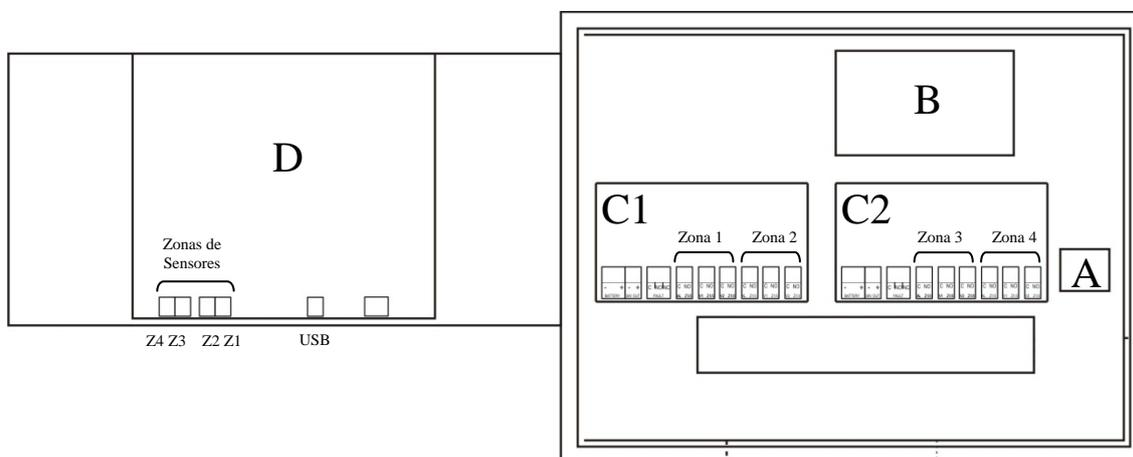

Figura 5: Disposición de elementos en la central
Circuito con las regletas de ventilaciones, alarmas, etc, para 2 zonas. En centrales de 2 zonas, está situado en el fondo del cofre en la zona central izquierda (C1 en la figura 5). En centrales de 4 zonas, dispone de una segunda tarjeta de fuente situada en la zona central derecha (C2 en la figura 5). La tarjeta de fuente izquierda C1 está conectada con la fuente conmutada. Adicionalmente, si la central dispone de 2 tarjetas de fuente (C1 y C2), estas están también conectadas entre sí.
La alimentación de la central se realiza a través de la regleta A de la figura 5 con una tensión de 110~230V ± 10% 50 – 60 Hz. El conexionado se realizará mediante 3 hilos con una sección mínima de 1,5 mm siendo obligatorio el conexionado del cable de tierra al borne de alimentación de la central. El hilo de línea pasa a través de un fusible. El consumo máximo para una central es de 70 W. El conexionado se realizará según etiqueta situada en el fondo del cofre.
fusible autorearmable y realiza supervisión de línea cruzada. Solo se encuentra activa en la tarjeta C1 (Ver figura 5)
Salida de contacto seco no supervisado de avería con capacidad de 1 A (30 Vdc - 230 Vac). Solo se encuentra activa en la tarjeta C1 (Ver figura 5). Se activará siempre que se produzca una avería en el sistema o no haya alimentación (el contacto Común-Normalmente Abierto (NO) del relé esta cortocircuitado indicando AVERÍA). Solo se desactiva cuando no existe ninguna avería en el sistema y la central esté alimentada (el contacto Común-Normalmente Abierto (NO) del relé está eléctricamente abierto).
Salida de contacto seco con contacto común (C)-Normalmente abierto (NO) con capacidad de 1 A (30 Vdc - 230 Vac). Corresponde con la salida de alarma de la zona 1, 2, 3 ó 4 dependiendo de la posición en la tarjeta, y de la tarjeta en el cofre (ver figura 5).
Salida de contacto seco con contacto común (C)-Normalmente abierto (NO) con capacidad de 1 A (30 Vdc - 230 Vac). Corresponde con la salida de ventilación 1 de la zona 1, 2, 3 ó 4 dependiendo de la posición en la tarjeta, y de la tarjeta en el cofre (ver figura 5).